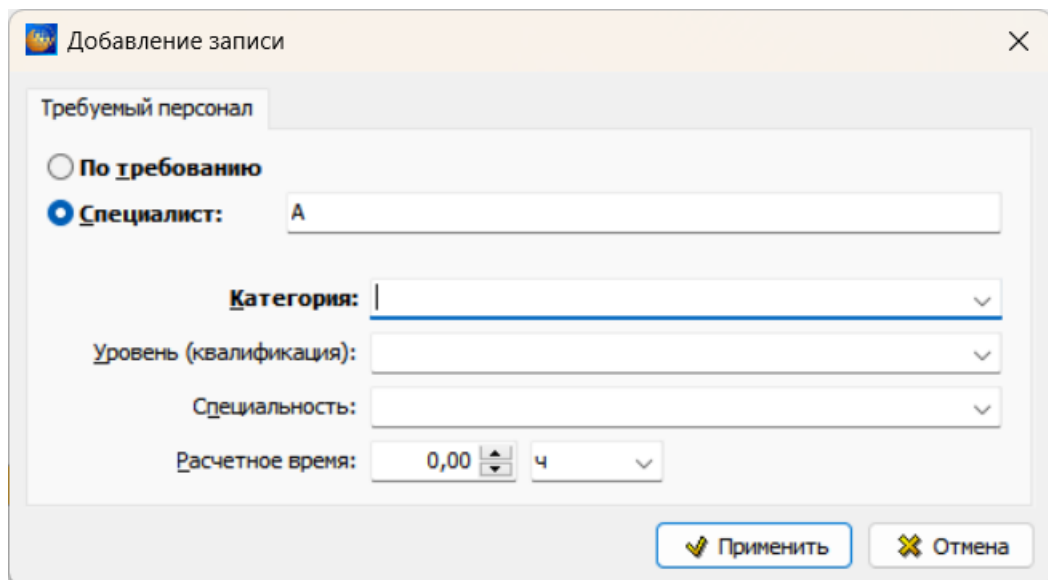

Рисунок 574
2) Щелкните левой кнопкой мыши по полю персонала и нажмите на кнопку **Добавить** на панели инструментов редактора или выберите команду из контекстного меню. При этом появится окно **Добавление записи** (рисунок 574).